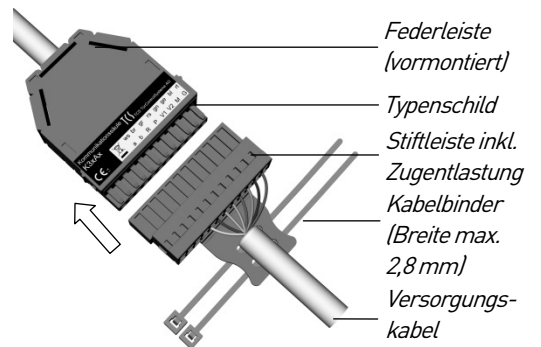

Abb. 19: Steckverbindung
- ▶ Verbinden Sie die Adern des Versorgungskabel mit der Stiftleiste (Abb. 19 und 20).
- ▶ Sichern Sie das Versorgungskabel mit zwei Kabelbindern (nicht im Lieferumfang) an der Stiftleiste inkl. Zugentlastung (Abb. 19).